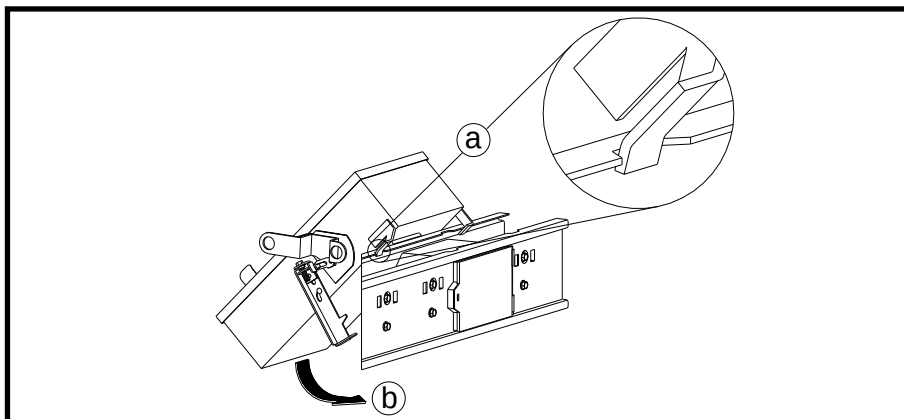

Figure 3 : Montage de l'unité enfichable
4. Incliner la partie supérieure de l'unité enfichable par l'avant pour engager le crochet de positionnement (placé au-dessus de la poignée) dans la fente de la canalisation située dans la partie supérieure droite de l'ouverture de l'unité enfichable (figure 3,a). Engager le crochet du côté gauche sur toute la bride de dessus du conduit. Faire tourner l'unité enfichable dans son boîtier de sorte que les mâchoires enfichables s'engagent dans la canalisation (figure 3,b).